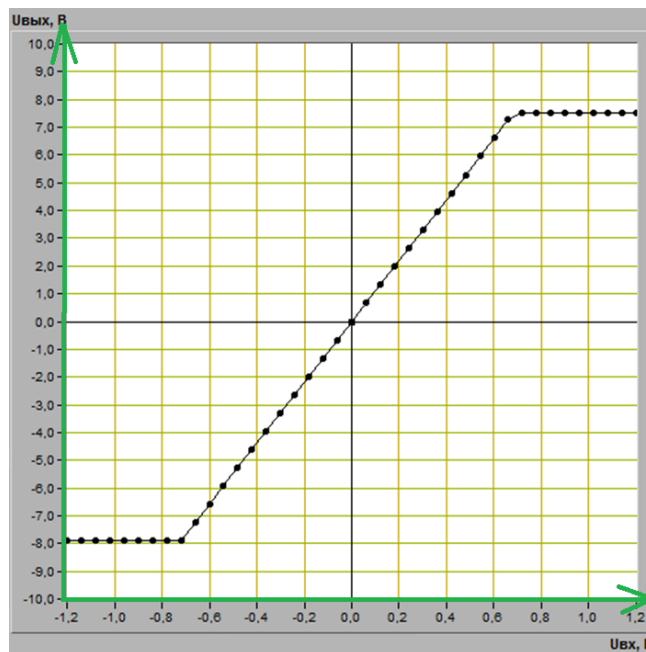

Рисунок 4.6 – График передаточной характеристики неинвертирующего усилителя
**4.3.2** С помощью цифрового элемента управления, находящегося на передней панели ВП, установим диапазон изменения входного сигнала ( $U_{вх.min} = -1,2В$ ,  $U_{вх.max} = 1,2В$ ) и пределы изменения выходного сигнала ( $U_{вых.min} = -10В$ ,  $U_{вых.max} = 10В$ ). Нажмем на панели ВП кнопку «Измерение». На графическом индикаторе ВП появится изображение передаточной характеристики неинвертирующего усилителя (рисунок 4.6):